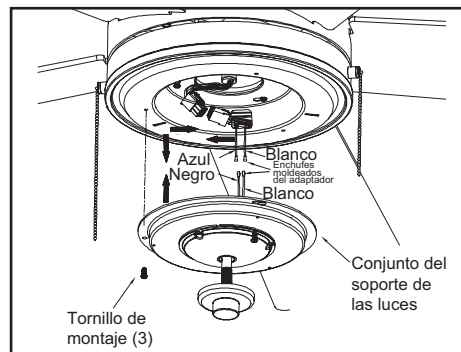

Figura 14
y afloja, pero no quites, los otros dos. Une el conector de 9 clavijas que sale de la parte inferior del conjunto del motor y el ventilador con el conector de 9 clavijas de la carcasa del kit de luces. Conecta los cables azul y blanco de la carcasa del kit de luces a los cables negro y blanco del conjunto del soporte del kit de luces, conectando juntos los enchufes moldeados del adaptador. Coloca con cuidado todos los cables y empalmes dentro de la caja del interruptor. (Figura 14)
4. Empuja el conjunto del soporte del kit de luces hacia arriba de manera que las cabezas de los dos tornillos aflojados encajen en las ranuras tipo ojo de cerradura. Gira el conjunto del soporte kit de luces hacia la derecha y aprieta los tornillos. Vuelve a instalar el tornillo que retiraste en el paso 3 y apriétalo firmemente. (Figura 14)